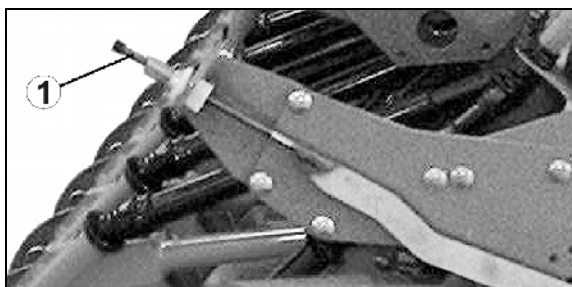

Рис. 117
1. Установите рукоятку для установки нормы высева на ходовой винт (Рис. 117/1) и отрегулируйте давление сошников.